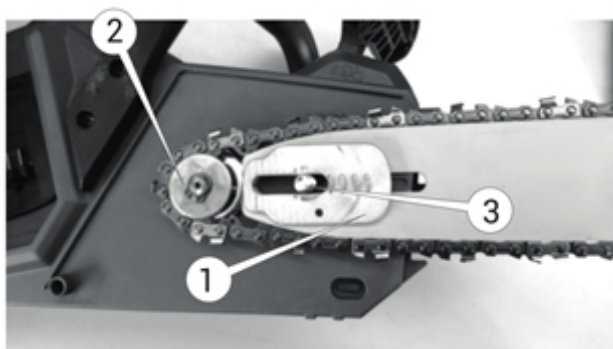

Рисунок 7. Схема встановлення різального блока на виріб.
6. Перевірити, що на «шину» встановлена зубчаста муфта (1, рис. 7) механізму натягування або встановити її та зафіксувати гвинтом.
7. Встановити «шину» з ланцюгом на напрямну шпильку (3, рис. 7) та накласти ланцюг на ведучу (2, рис. 7) зірочку.